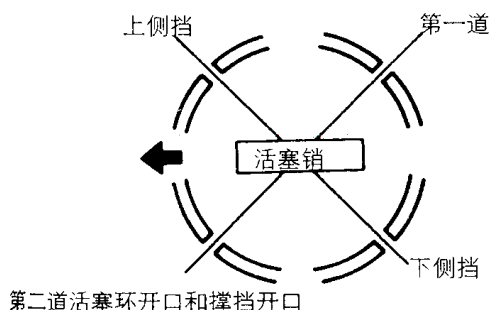
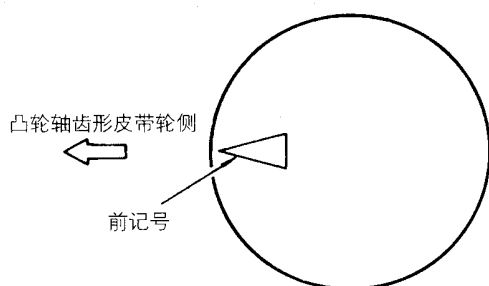
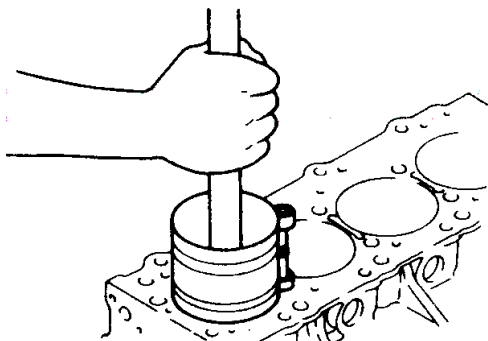

图 2-96 活塞环开口方向
图 2-97 活塞顶记号
图 2-98 安装活塞和连杆
(4) 安装活塞连杆部件时, 对活塞表面、活塞环和油环要涂敷足够量的机油。按图 2-96 所示设定好活塞环和油环(侧挡和撑挡)的开口方向。将活塞连杆部件从气缸顶部装入气缸, 装入时要使活塞顶上的前记号(图 2-97 箭头所示)朝向凸轮轴齿形皮带轮。如图 2-98 所示, 用活塞环箍牢靠地夹住活塞环, 将活塞部件装入气缸。在装入部件时不要敲打杆, 以免用力过度而引起折断活塞环和损伤曲柄销。